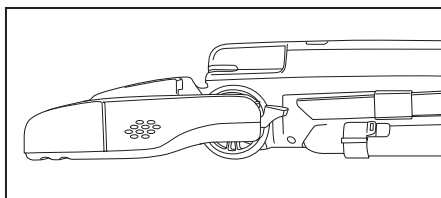

Fig. 2
- Appuyez une deuxième fois sur la pédale de déverrouillage de la poignée pour permettre à l'aspirateur de reposer à plat sur le sol (Fig. 2).